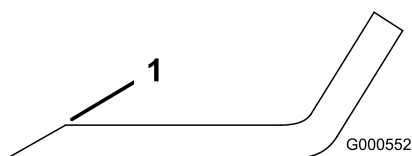

Figure 50
1. Au moyen d'une lime, aiguissez les tranchants aux deux extrémités de la lame (Figure 50).
Remarque: Si la lame est déséquilibrée, limez un peu l'extrémité de la partie relevée seulement (Figure 50).